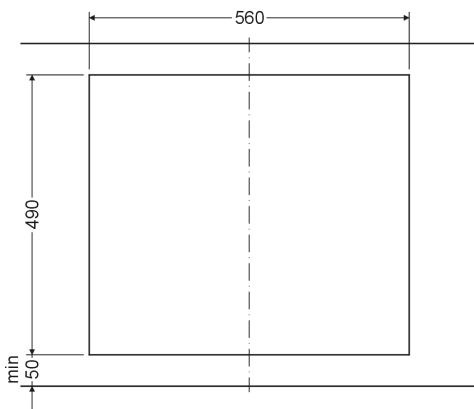

Рис.1
1. Приготовить отверстие для установки рабочей плиты в соответствии с рис. 1.